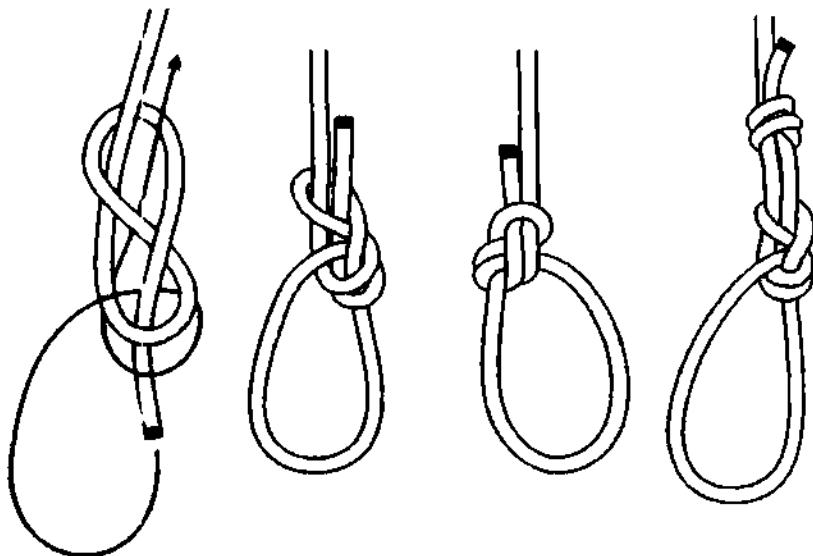

Рис. 245. Булинь восьмёркой.
**Булинь восьмёркой** простой, крепкий и безопасный узел (рис. 245). Петля быстро вяжется, не ползёт, не ослабляет сильно трос и легко развязывается. Петля одинаково надёжна на всех видах верёвок. Плечи выходят из петли под углом  $90^\circ$  и поэтому хорошо держат нагрузку, даже если угол плеч петли составляет больше  $120^\circ$ . В этом случае **булинь восьмёркой** ещё сильнее затягивается и становится более крепким. Второй способ вязки петли изображён на рисунке 312.